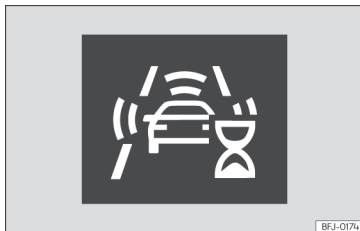

Fig. 214 A la pantalla del quadre d'instruments: indicació d'autocalibratge inicial del sistema.
- Durant els primers instants de conducció després de connectar l'encesa, a causa de l'autocalibratge inicial del sistema. Durant aquest període es mostra una icona d'estat >>> **fig. 214**.